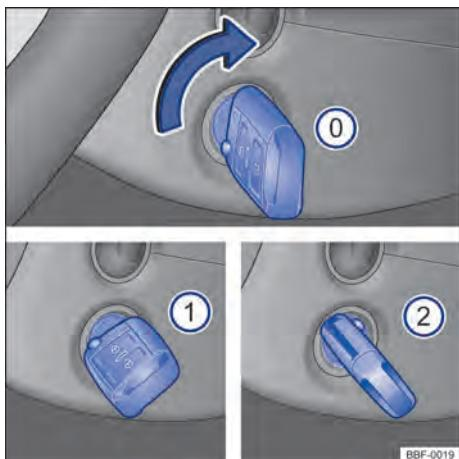

Fig. 87 Ao lado do volante, à direita: posições da chave do veículo no cilindro da ignição.
Posições da chave do veículo → Fig. 87
- ① Ignição desligada. A chave do veículo pode ser retirada.
- ② Ignição ligada.
- ③ Pisar no pedal do freio e ligar o motor. Quando o motor pegar, soltar a chave da ignição. Ao soltar, a chave do veículo retorna à posição → Fig. 87 ①.
- Veículos com cilindro da ignição:* girar a chave do veículo na posição → Fig. 87 ①. A ignição está ligada.
- Veículos com cilindro da ignição:* girar a chave do veículo no cilindro da ignição para a posição → Fig. 87 ② – não acelerar. Quando o motor começar a funcionar, soltar a chave do veículo no cilindro da ignição.
- *Veículos com cilindro da ignição:* girar a chave do veículo no cilindro da ignição na posição → Fig. 87 ①.